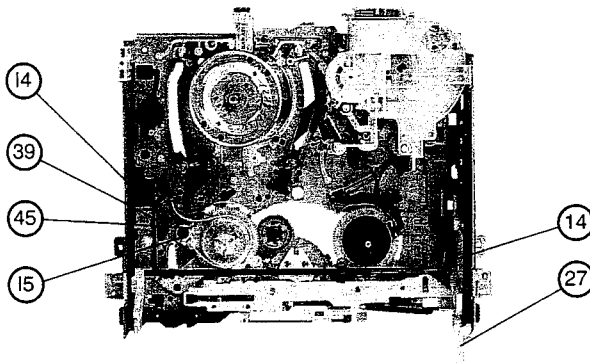

fig. 7
- Den Hebel der Kassettenträgerklappe (27) einsetzen, Abb. 7.
2) AUSTAUSCH DES BANDZUGARMS: (Abb. 7 und 8)
2) REPLACEMENT OF THE TAPE BACK TENSION ARM (fig. 7 and 8)